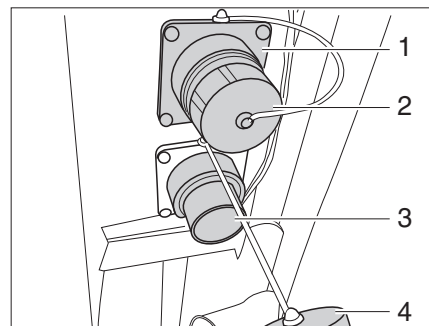

Fig. 215 Conexión de salida de aguas residuales
En las conexiones de salida de aguas residuales (Fig. 215,3) se puede conectar un tubo flexible.
- Desbloquear la caperuza (Fig. 215,4) de las conexiones de salida de aguas residuales (Fig. 215,3) girándola un cuarto de vuelta en sentido de las agujas del reloj y extraerla.